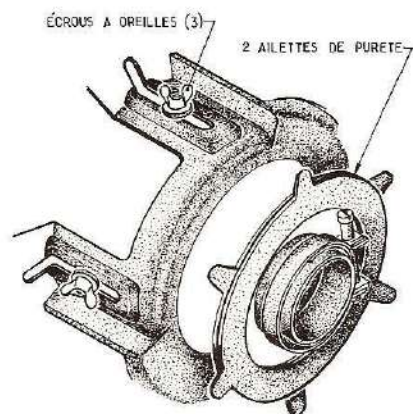

Fig. 19
- Desserer les 3 écrous à oreilles du déflecteur et tirer celui-ci au maximum vers l'arrière (Fig. 19).